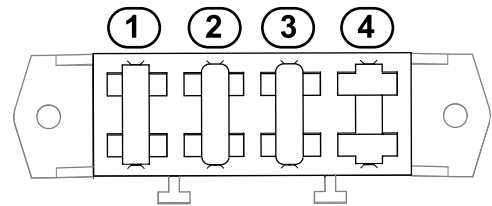

Figura 24
3. Compruebe los fusibles del bloque de fusibles (Figura 24).
4. Si algún fusible está fundido, sustitúyalo por un fusible del voltaje y amperaje correctos (Figura 24). Consulte el *Manual de mantenimiento* de la unidad de tracción para conocer los números de referencia específicos de los fusibles.